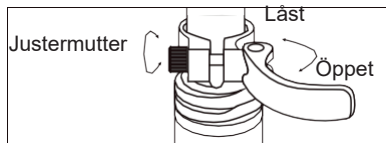

Fig.8 Öppning och stängning av snabblåset
- Öppna snabblåset för sadelstolpen (fig. 8). Skjut in sadelstolpen i ramröret så långt att markeringen ej är synlig.
Öppna snabblåset för sadelstolpen (fig. 8). Skjut in sadelstolpen i ramröret så långt att markeringen ej är synlig.